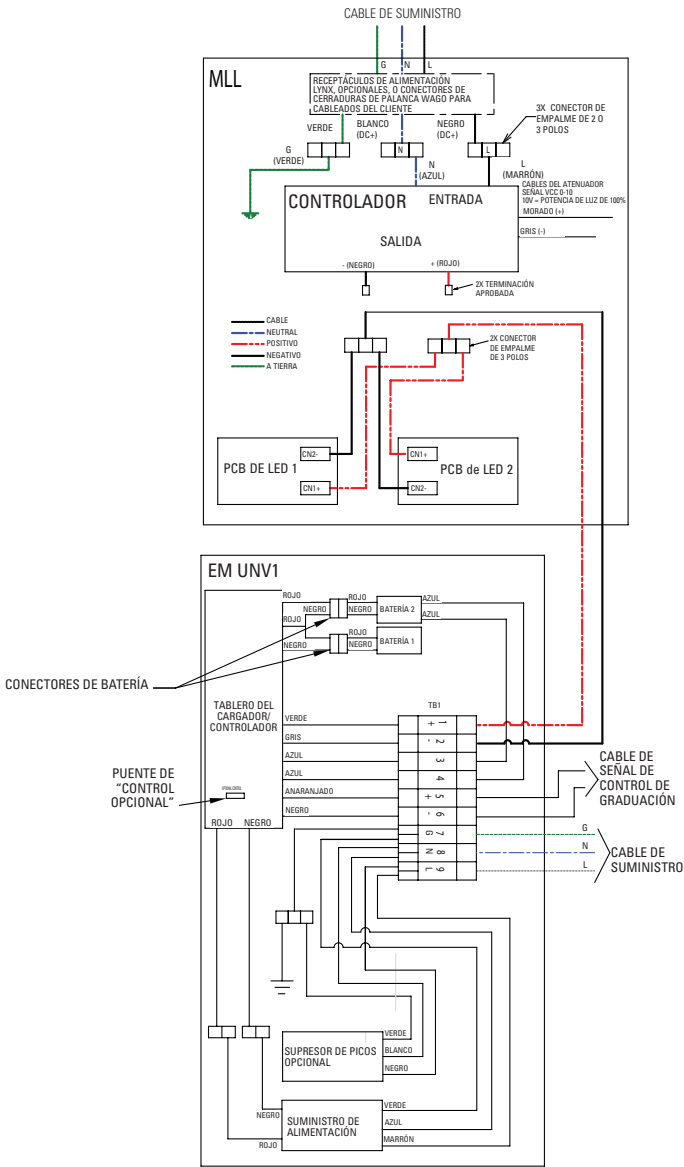

Figura 4
3. Conecte la entrada del circuito derivado de energía al bloque de terminales según la Figura 4 o 5. Conecte primero el conductor de tierra para el equipo al terminal 7, luego los comunes al terminal 8 y por último la tensión de línea al terminal 9.
4. Conecte un par de cables al bloque de terminales que se utilizará para encender los LED que figuran en el tablero de la instalación LED. Vea la Figura 4 o 5. Conecte el cable positivo al terminal 1 y luego conecte el cable negativo al terminal 2.
- c. Conecte los cables de la señal de control del atenuador según la Figura 4 o 5.
2. Ubique la cubierta de la carcasa del accionador en la carcasa de la iluminación y abra aflojando los cuatro (4) #10-32 x 0.75" (vea la Figura 6). Separe los cables de salida del controlador (-) (NEGRO) y el positivo (+) (ROJO) del conector de empalme según los diagramas de cableado (vea la Figura 4 o 5) y corte los extremos utilizando los métodos que cumplan con todos los códigos aplicables. No se retira el controlador de la instalación. Incorpore los cables de salida que estaban conectados previamente a la carcasa de la batería de reserva hasta los cables del tablero de LED. Conecte la salida de LED positiva (+) LED al tablero de LED de la unidad de reserva de la batería al conector de empalme positivo (+) en la instalación LED lineal. Conecte la salida negativa del LED (-) LED al tablero de LED de la unidad de reserva de la batería al conector de empalme negativo (-) en la instalación LED lineal.
3. Vuelva a instalar la cubierta de la carcasa del controlador y ajuste los cuatro (4) tornillos de montaje de cierre de 32 pulgadas-libras. (3.6 N-m).
5. Los conectores de la batería según la Figura 4 o 5 se envían desconectados. Localice estos conectores realice las conexiones para la batería 1 y 2 según la Figura 4 o 5. Asegúrese de que los cables negro y rojo se encuentren alineados correctamente con cada conector.
3. Abra la unidad de reserva de la batería con un destornillador de punta plana para girar el pestillo a un ¼ de vuelta en sentido contrario a las agujas del reloj. Desconecte los conectores del tablero del cargador/controlador de la batería n° 1 y n° 2 respectivamente según la Figura 4 o 5.
4. Desconecte los cables del sensor de temperatura de color azul de la batería n° 2 del bloque de terminales de la alimentación de salida y del bloque de terminales de la señal del atenuador según la Figura 4 o 5.
5. Después de retirar las baterías viejas y montar las nuevas baterías, conecte ambos conectores de las baterías a los conectores de los tableros (las baterías se pueden conectar a cualquiera de los conectores). Luego conecte los cables del sensor de temperatura de color azul de la batería n° 2 al bloque de terminales de la alimentación de salida y al bloque de terminales de la señal del atenuador según la Figura 4 o 5. Deje desconectado el otro sensor de temperatura de la batería.